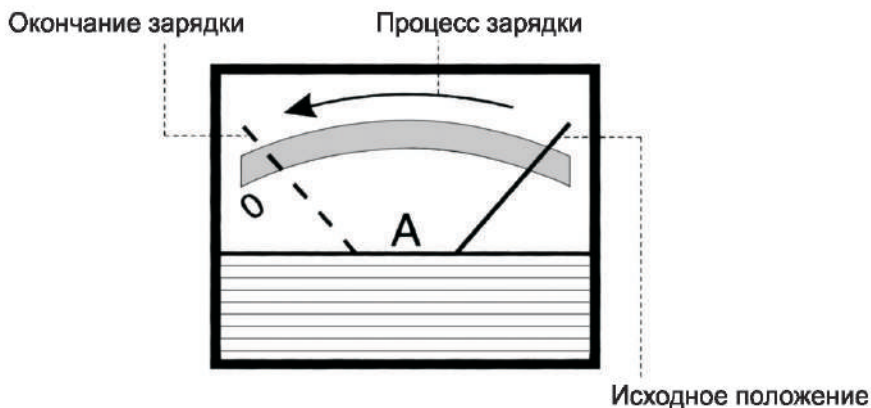

Рис. 4
6) Включите пуско-зарядное устройство, подключив его к сети питания и переключив выключатель в позицию «Вкл». Амперметр показывает ток заряда батареи, при зарядке батареи показания амперметра будут медленно уменьшаться до минимального значения в соответствии с емкостью и состоянием батареи (Рис. 4).